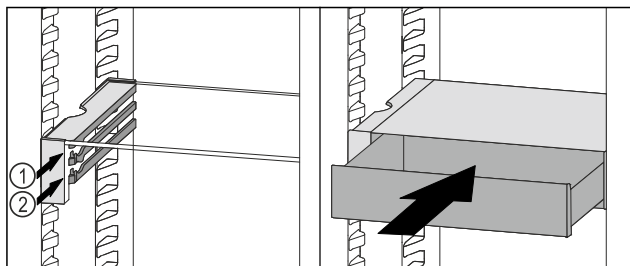

Fig. 99
- ▶ Placer le tiroir VarioSafe derrière les butées sur la nervure désirée Fig. 99 (1) ou Fig. 99 (2).